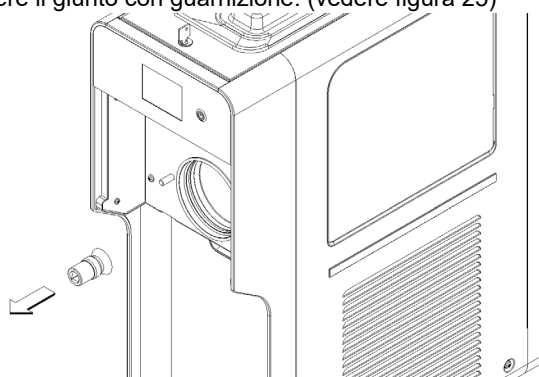

figura 25
- 9 Rimuovere il giunto con guarnizione. (vedere figura 25)